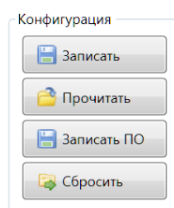

Рис. 5.7. Запись конфигурации в контроллер
5. Для сохранения внесенных нажмите кнопку  в левой части основного окна программы *Конфигуратор Приват* (рис. 5.7).